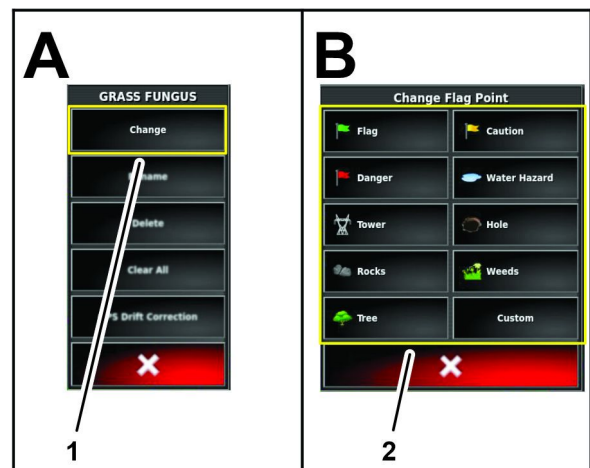

Figura 84
1. En el menú Editar bandera, pulse el icono CAMBIAR (Figura 84).
2. En el menú Modificar punto de bandera, pulse el icono Tipo de punto de bandera (Figura 84).